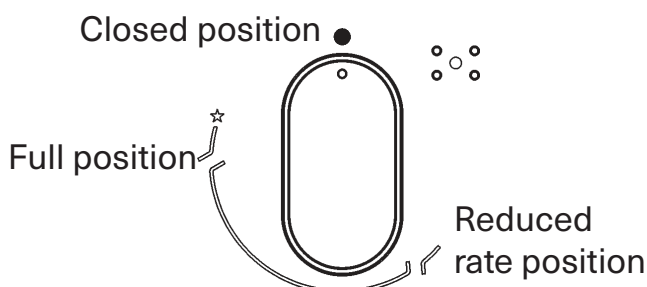

Fig. 22
Enfoncez et tournez en sens inverse horaire le bouton correspondant au brûleur à utiliser, tournez-le sur la position Maximum (grande flamme fig. 22) puis appuyez à fond sur le bouton.
Pour les brûleurs munis d'un thermocouple de sécurité, tournez en sens inverse horaire le bouton correspondant au brûleur à utiliser, tournez-le sur la position Maximum (grande flamme fig. 22) jusqu'à ce que vous sentiez un arrêt léger puis appuyez sur le bouton. Lorsque le brûleur est allumé, maintenez le bouton enfoncé pendant 10 secondes environ.
- Lorsque le point d'ébullition est atteint, tournez le bouton sur Minimum (petite flamme fig. 22).
- l'allumage des brûleurs avec un thermocouple de sécurité n'est possible que lorsque le bouton se trouve sur la position Maximum (fig. 22).
- Allumez le brûleur et tournez le bouton sur le Minimum (petite flamme fig. 22).